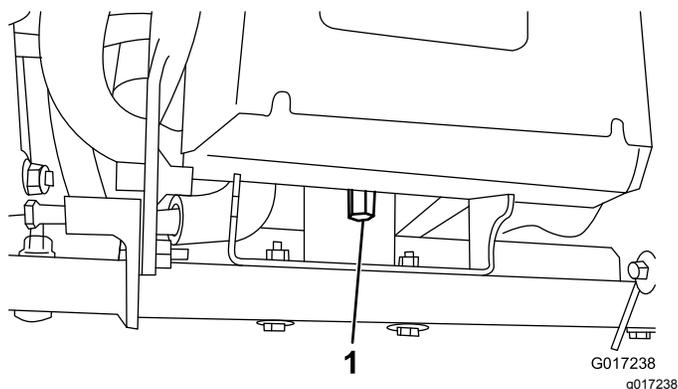

Figura 10
4. Retire a porca alta que prende a traseira da base da bateria à estrutura da máquina (Figura 10).